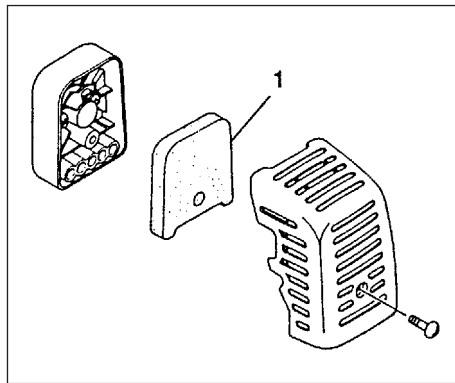

Рис. 3-2
**Воздушный фильтр (Рис. 3-2)**